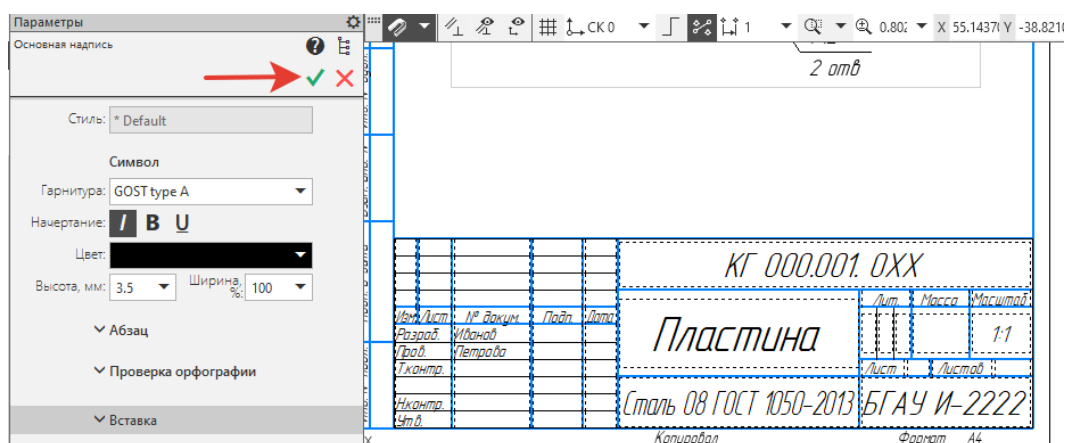

Рисунок 26.
18. Заполните основную надпись (рисунок 26).